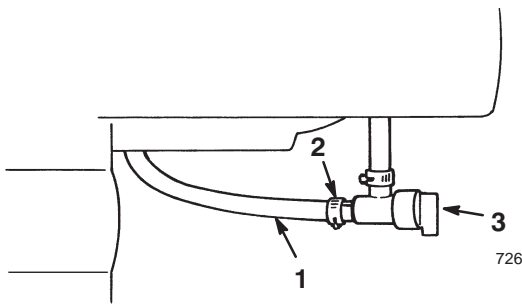

Bild 17
4. Öffnen Sie den Kraftstoffhahn unter dem Kraftstofftank (Bild 17).
5. Schließen Sie den Kraftstoffhahn (Bild 17).